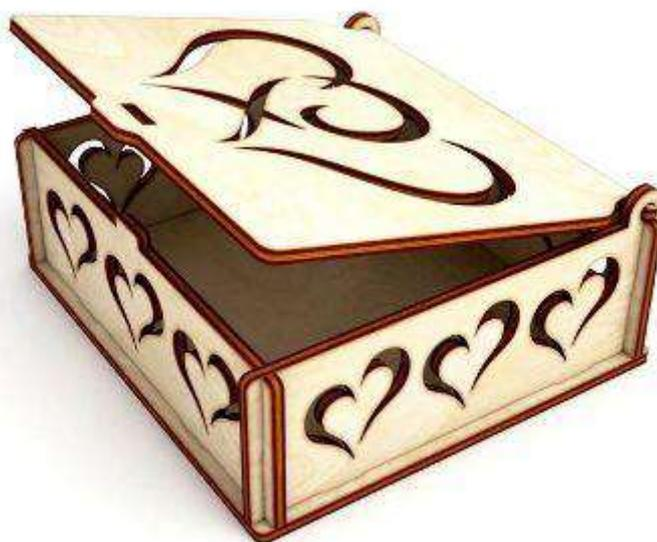

Рис. 1. Шкатулка (образец)
1. по указанным данным сделайте модель декоративного куба (Рис.1);